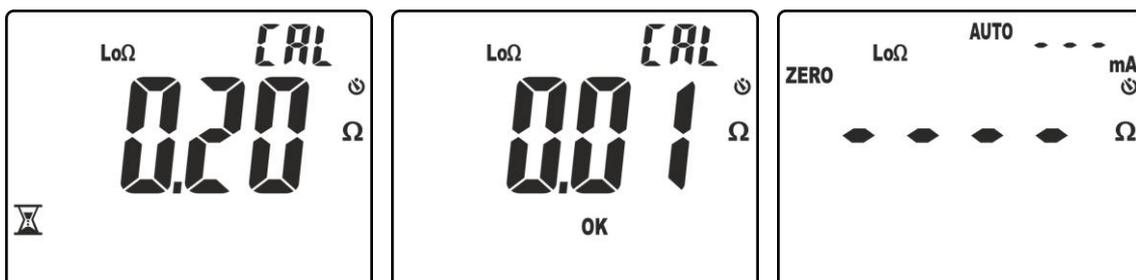

Fig. 33: Risultati azzeramento correttamente eseguito
4. Lo strumento esegue la prima misura rilevando la resistenza dei cavi di prova (vedere Fig. 33 – parte sinistra). Se tale valore compensato (ZERO) è  **$\leq 5.00\Omega$**  lo mantiene
memorizzato ed esegue la successiva verifica eseguendo una seconda misura e facendo la differenza tra questo nuovo valore e quello compensato. Se tale valore risulta  $\leq 0.01\Omega$  la calibrazione è confermata e il messaggio "OK" è mostrato a display (vedere Fig. 33 – parte centrale). Successivamente lo strumento torna alla videata di misura con messaggio "ZERO" presente a display a significare la presenza della compensazione dei cavi